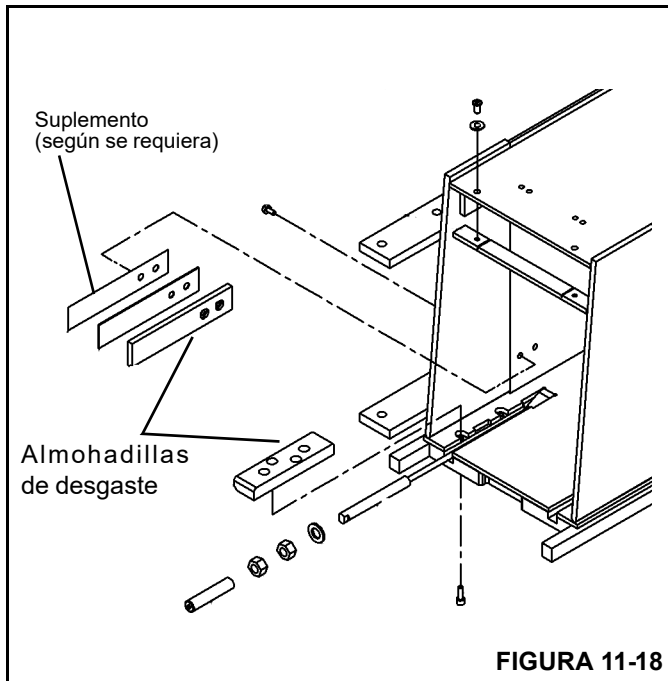

FIGURA 11-18
2. Instale las almohadillas de desgaste inferiores en el extremo delantero de la sección de base junto con los cables de retracción de la 3ª sección (Figura 11-18).